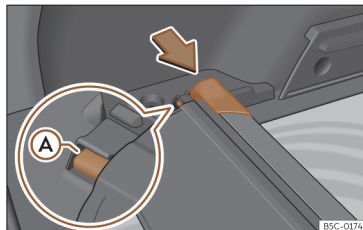

Fig. 188 Na bagageira: alojamento para guardar a chapeleira.
>>> Fig. 188. Certifique-se de que o patim (A) encaixa no alojamento correspondente.